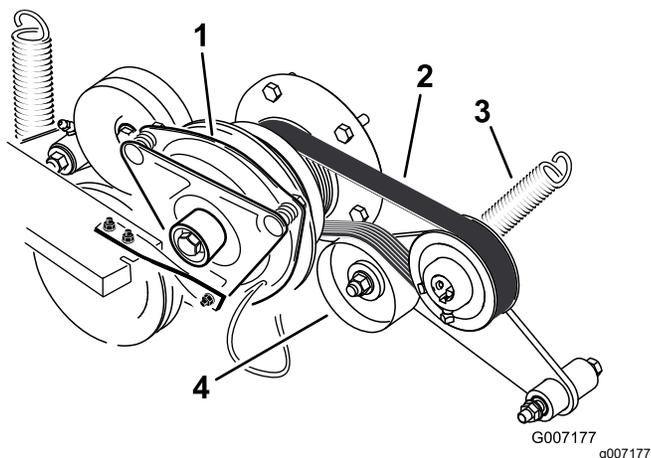

Рисунок 89
3. Снимите пружину с рычага натяжного ролика (Рисунок 89).
4. Проложите новый ремень вокруг шкивов двигателя и гидравлического насоса (Рисунок 89).
6. Установите пружину на рычаг натяжного ролика (Рисунок 89).